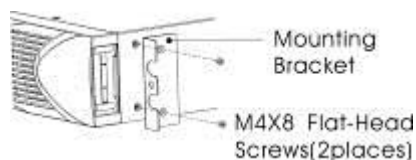

Рисунок 3. Установка монтажных кронштейнов
- i) Установите монтажные кронштейны в отверстия для винтов с каждой стороны ИБП и закрепите винтами с плоской головкой М4х8, включенные в поставку (см. Рис. 3).